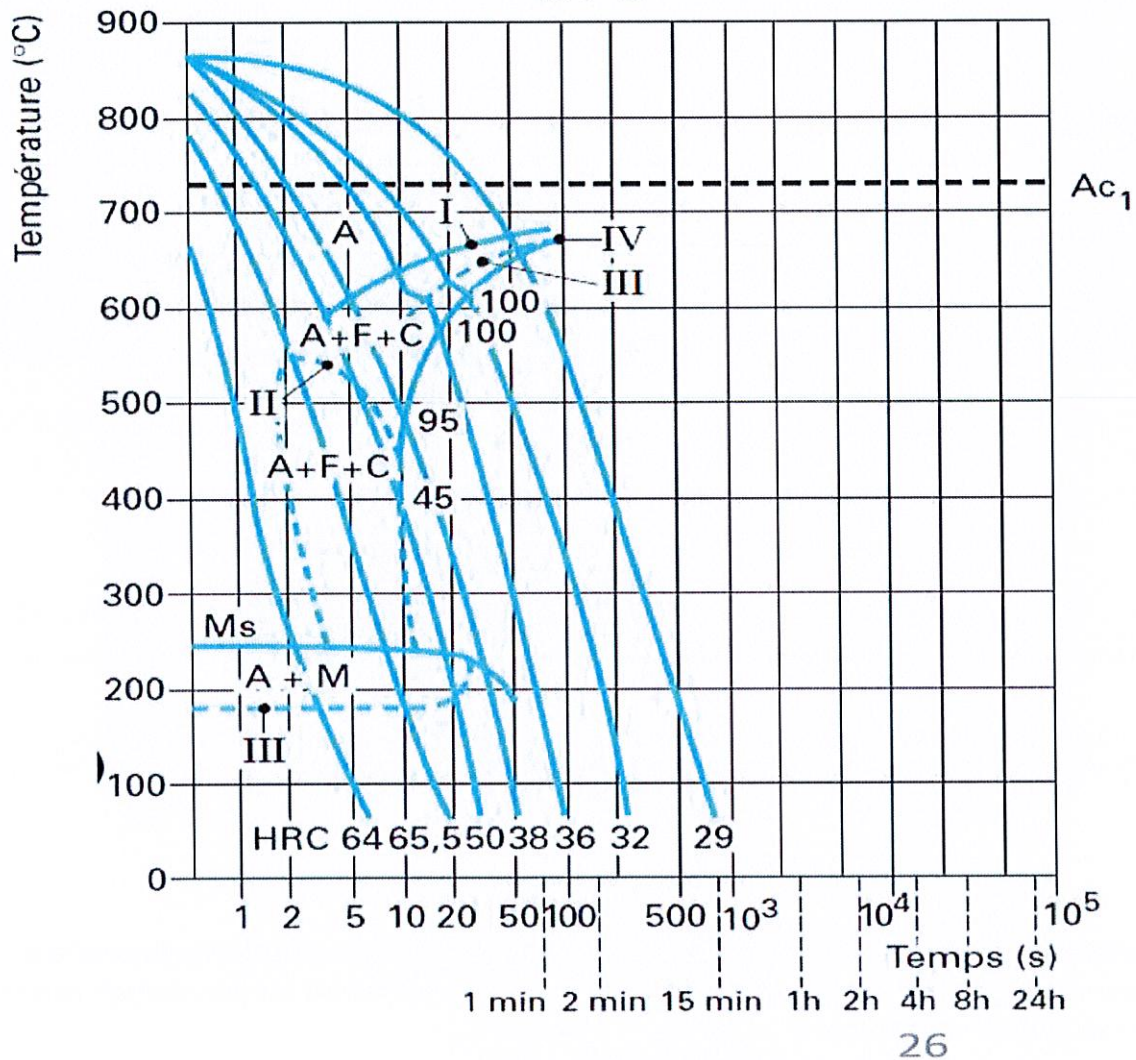

Figure 2b : TRC de l'acier C70
- Pour l'acier C70 (Figure 2b), décrire ce qu'il se passe pour un échantillon ayant subi une trempe permettant de d'obtenir une dureté de 38HRC.